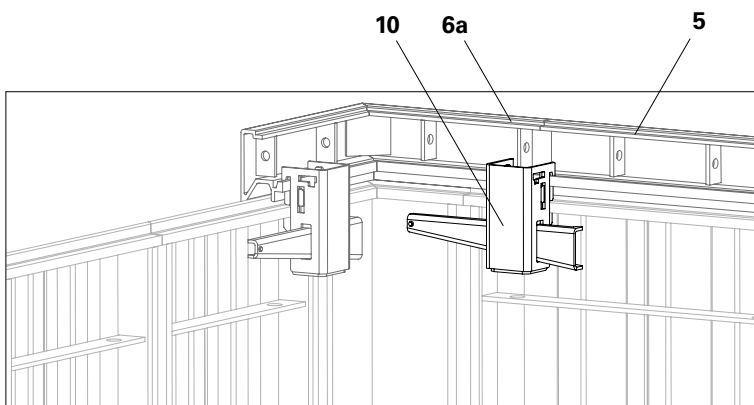

Fig. B2.07
4. Montare il giunto UNO Plus (10) nella parte centrale sopra il giunto di entrambi i telai di transizione (5) + (6a) e fissare il cuneo. (Fig. B2.07)